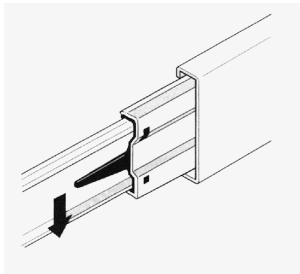
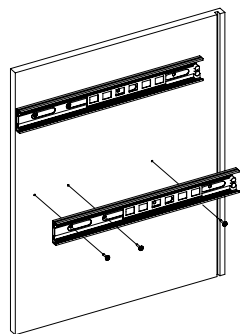

Рис.1
Рис.2
1. Подготовьте детали к сборке. Отсоедините от основания телескопических направляющих внутренние планки, отогнув пластиковый рычажок фиксатора (Рис. 1). Основания телескопических направляющих закрепите на деталях 2, 3 винтами М5х8 (Рис. 2). !!! Приложите телескопическую часть отверстиями к отверстиям на боковине стола, чтобы они были отцентрованы относительно друг друга. Вкрутите винты М5х8 с помощью шуруповерта, приложив немного усилий. **Внимание:** винт М5х8 должен заходить с натягом для максимально плотной фиксации телескопических направляющих.